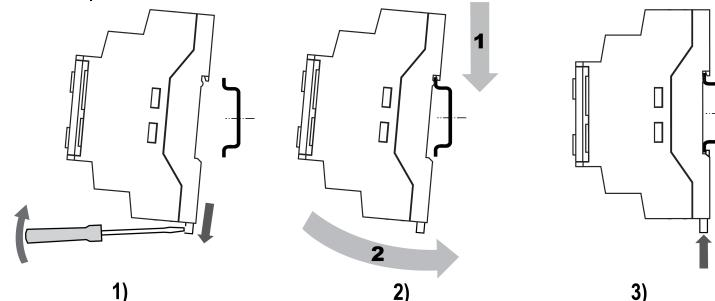

Рисунок 1 – Монтаж і демонтаж пристрою
- Підготувати на DIN-рейці місце для встановлення пристрою відповідно до розмірів пристрою (див. рисунок 1).
- Вставивши викрутку у вушко, відтягнути засувку (див. рисунок 1, 1). Пристрій встановити на DIN-рейку.
- Пристрій притиснути до DIN-рейки (див. рисунок 1, 2, стрілки 1 і 2). Викруткою повернути засувку в початкове положення.